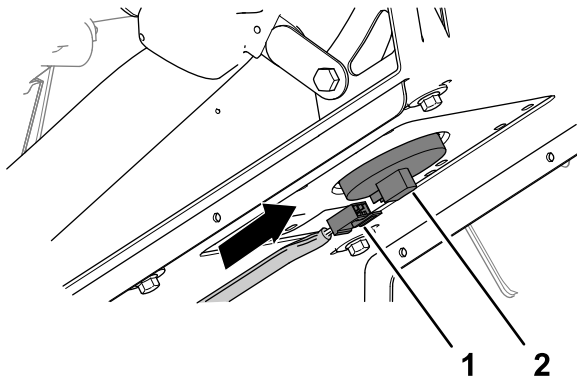

Bild 222
- Stecken Sie den 2-Buchsen-Stecker des Maschinenkabelbaums in den Stecker für den Sitzschalter, bis die Stecker einrasten (Bild 222).